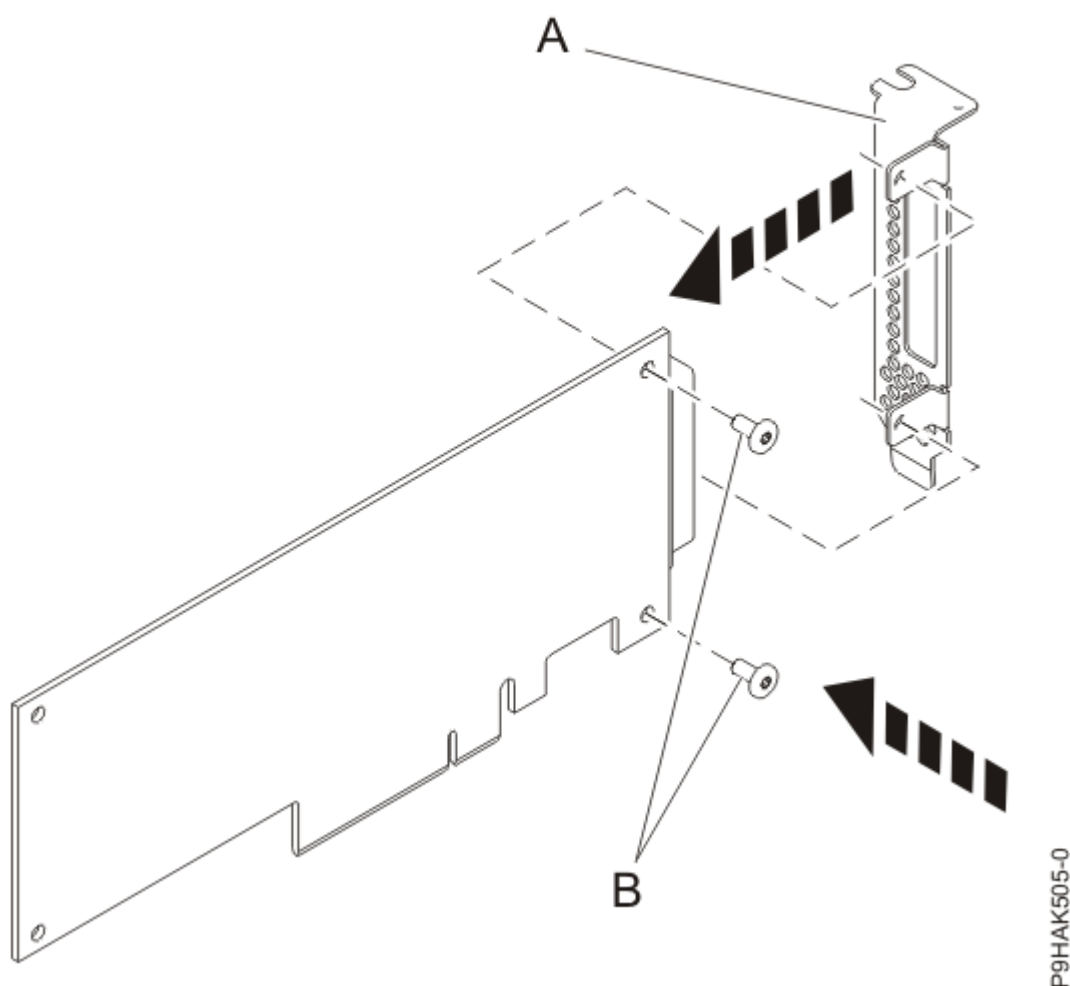

Figura 39. Fixació de la contrapunta de perfil baix a un adaptador
14. Mitjançant un tornavís Phillips i els dos cargols de retenció (B), fixe la contrapunta (A) de l'adaptador que falla a l'adaptador nou, tal com es mostra a la Figura 39 a la pàgina 57.